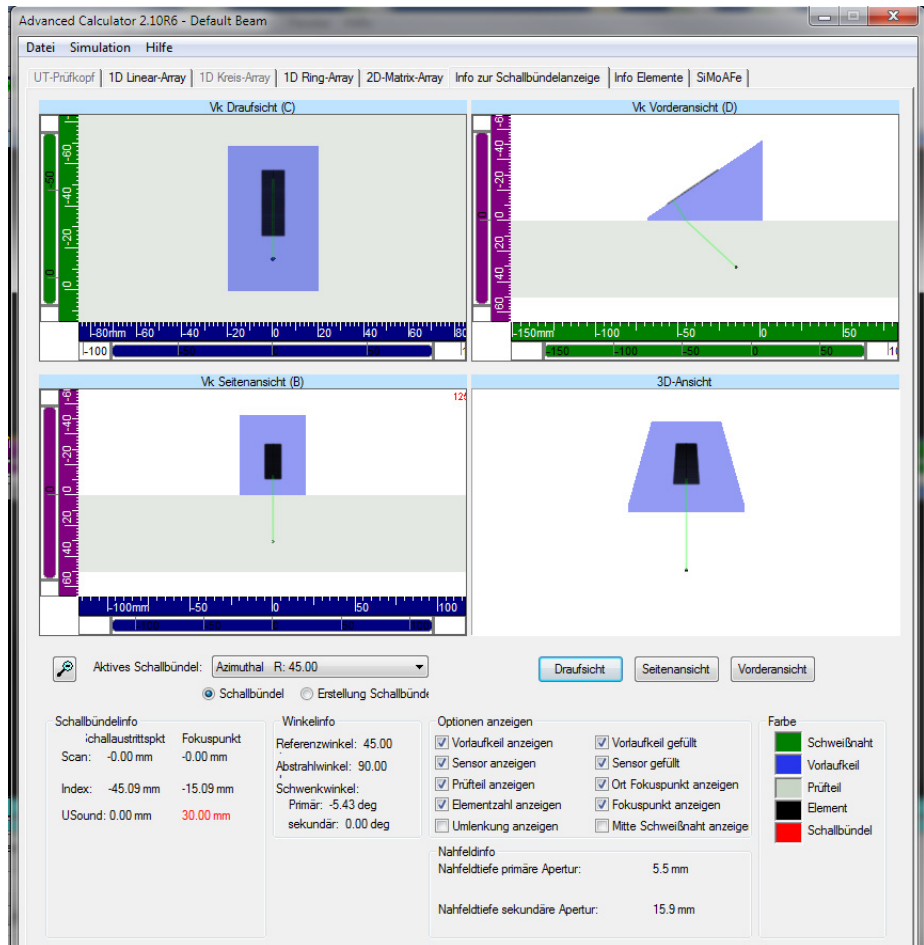

Abbildung 4-11 Register Info zur Schallbündelanzeige im Advanced Calculator (Beispiel)
- n) Setzen Sie die vier Ansichten und die darunten stehenden Parameter ein, um die berechneten Schallbündel zu überprüfen (siehe Abbildung 4-11 auf Seite 249).